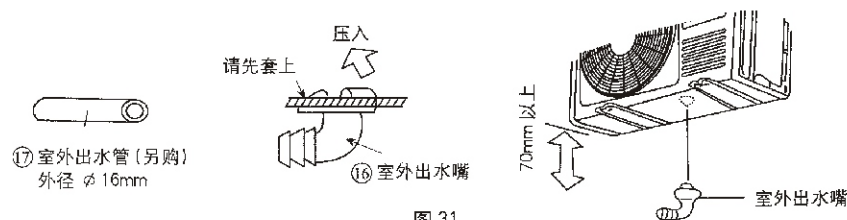

图 31
- 2 欲利用出水孔将冷凝水导出时, 请依图 31 所示将附件 ⑯ 室外出水嘴安装在底盘上孔中, 再套上附件 ⑰ 室外出水管, 使之朝向最合适的位置。